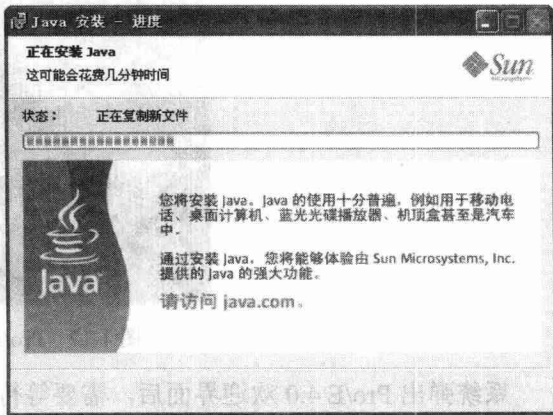

图 1-14 正在安装进度界面
(13) 单击 **接受(A) >** 按钮进入正在安装进度界面，如图 1-14 所示。